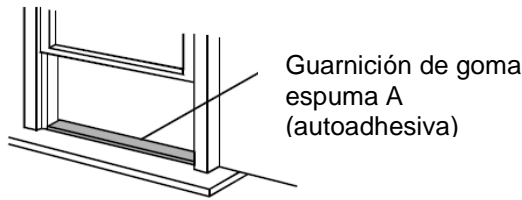

Fig. 8
1. Corte la guarnición de goma espuma (autoadhesiva) para adaptarla a la longitud adecuada y colóquela en la base de la ventana. Fig.8